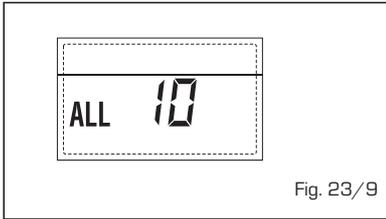

Fig. 23/9
**- INTERVENCIÓN SONDA HUMOS "ALL 13" (fig. 23/10)**